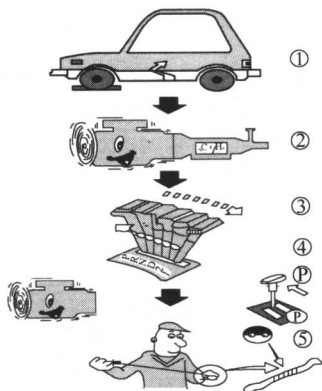

图1-7 油面检查
(1) 油面高度的检查(图1-7)
① 将汽车停放在水平地面上,拉紧驻车制动器操纵杆。
② 发动机怠速运转,使发动机和ATF的温度升至正常工作温度。
③ 踩住制动踏板,将操纵手柄拨至倒挡(P)、前进挡(D)、前进低挡(S、L或2、1)等位置,并在每个挡位上停留几秒钟,使液力变矩器和所有换挡执行元件中都充满液压油。
④ 将操纵手柄拨至停车挡(P)位置。
⑤ 从加油管内拔出自动变速器油尺,将擦干净的油尺全部插入加油管后再拔出,检查油尺上的油面高度(油面高度一般保持在最高和最低刻线为宜)。